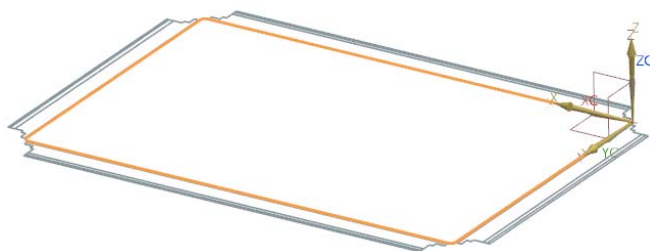

图 2-60 选择草图工作平面
(1) 选择“菜单(M)”→“插入(S)”→“切割(T)”→“法向除料(N)”，或者单击“主页”选项卡“特征”面组上的“法向除料”按钮 ，打开“法向除料”对话框。
(2) 在“法向除料”对话框中，单击 图标，打开“创建草图”对话框。
(3) 在视图区选择草图工作平面，如图 2-60 所示。